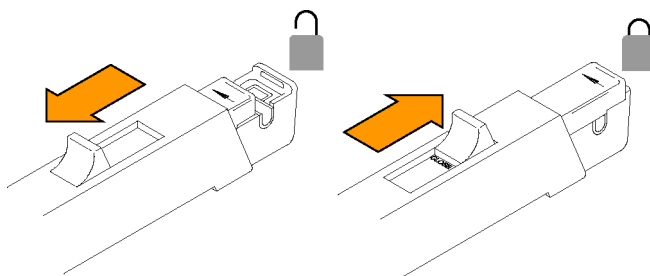
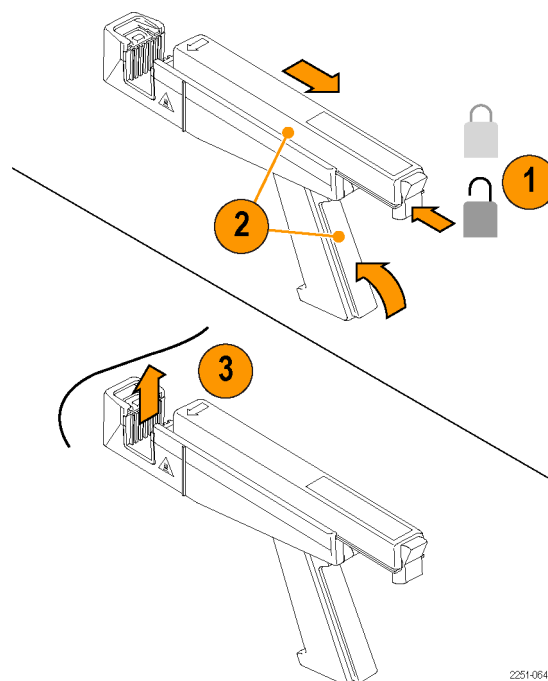

Рис. 5: Использование ползунка пробников TSP305 и TSP312
Рис. 6: Расфиксация и открытие пробников ТСП303 и ТСП404XL
Использование ползунка токовых пробников TSP305 и TSP312 показано на следующем рисунке. (См. рис. 5.) Чтобы открыть пробник, отведите ползунок назад, пока не откроется зажим. Чтобы зафиксировать пробник, переместите ползунок вперед, пока защелка не встанет на место.
3. Зафиксируйте ползунок пробника в закрытом положении. (См. рис. 5.) (См. рис. 6.)